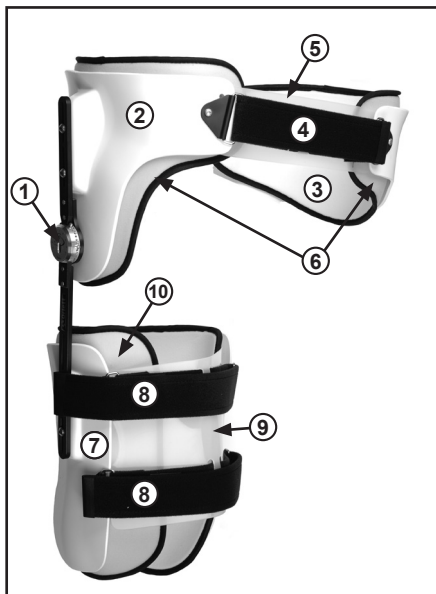

рис. 1
Тазовый каркас ортеза:	Рис. 1, 2
Бедренный модуль ортеза:	Рис. 1
Шарнирная часть ортеза:	Рис. 1
- б. Проденьте в пазы пластиковой прокладки на брюшную стенку (5) фиксирующий ремень (4) (рис. 1).